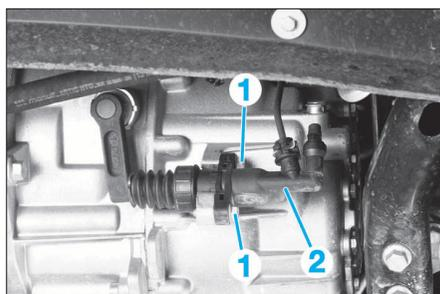

FIG. 10
• Déclipser les câbles de commande (2).
• Déposer les vis de fixation (1) (Fig.10) et mettre le récepteur d'embrayage (2) de côté.